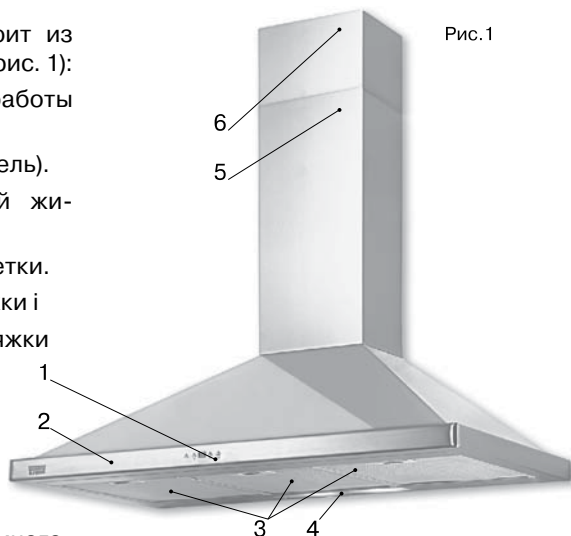

Рис.1
Наружная часть вытяжки состоит из следующих составных частей (см. рис. 1):
С этой целью следует разместить корпус вытяжки (№ 2, рис. 1), не подсоединяя к нему декоративных кожухов воздуховода (№ 5,6, рис. 1), таким образом, чтобы тыльная сторона корпуса, которая должна прижиматься к стене, оказалась на столе или на полу, а переключатель режимов работы вытяжки, находящийся на лицевой панели, был бы обращен в сторону проверяющего. Далее вытяжка подключается к электросети и производится ее проверка. Если вытяжка на всех режимах работает исправно, следует приступить к монтажу вытяжки. Если нет, следует обратиться в организацию, в которой Вы приобрели вытяжку или в гарантийную мастерскую.
10. Если вытяжка будет работать в режиме рециркуляции, то необходимо просто установить декоративные кожухи (Рис. 1, поз. 5, поз. 6).
14. Поместите внутреннюю часть кожуха (Рис. 1 поз. 6) в наружную (Рис. 1 поз. 5). Установите наружную часть кожуха на корпус вытяжки (если есть места крепления, приверните ее к корпусу).